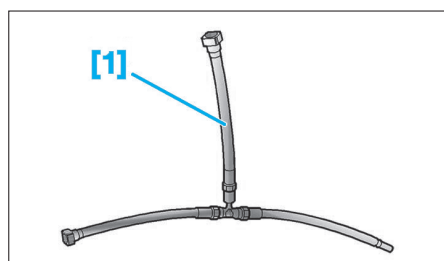

Fig. 47
- [1] Raccords pour purge filtre à gazole (réf. 4244-T) (Fig.47).